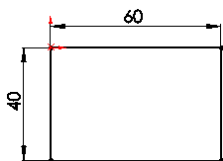

图 3-101 绘制的草图
**02** 绘制草图。在菜单栏中选择“工具”→“草图绘制实体”→“矩形”命令, 或者单击“草图”工具栏中的“边角矩形”图标按钮, 以原点为一角点绘制一个矩形并标注尺寸, 结果如图 3-101 所示。